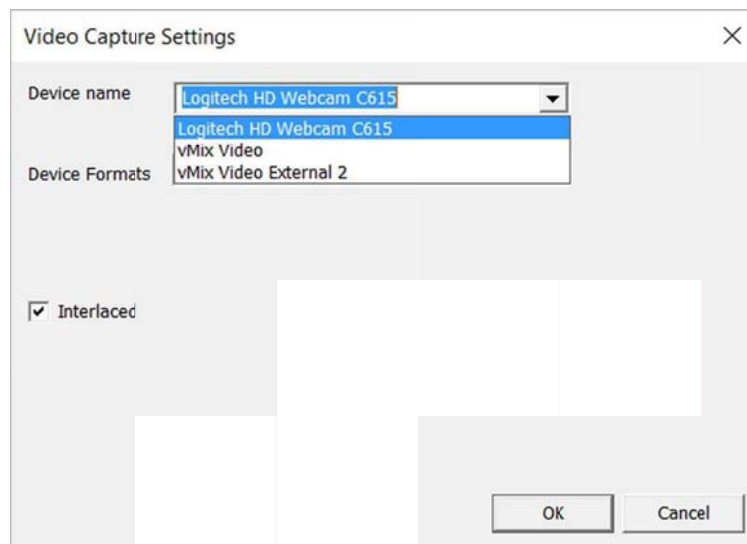

Figure 24 - L'écran de capture vidéo vous permet de sélectionner votre appareil photo si branché
- L'écran Paramètres de capture vidéo semblable à celle indiquée dans Figure 24 devraient apparaître.